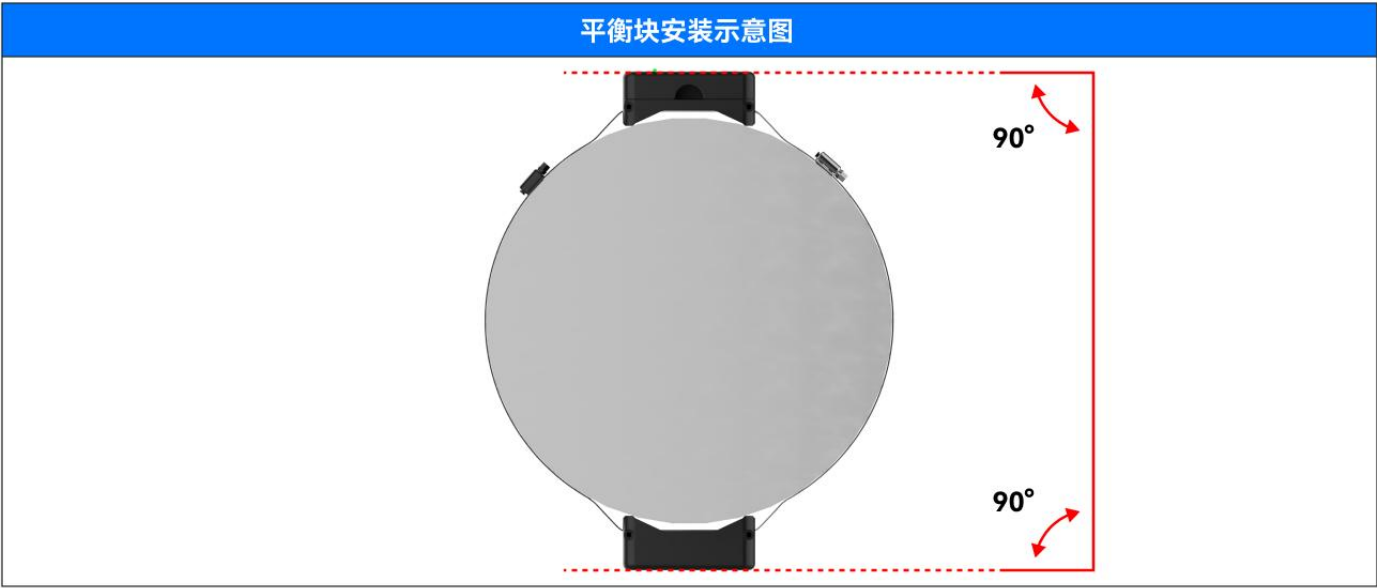

图3.32
2. 拧紧喉箍带中的螺钉，直到发送器和配重固定在一起并牢固固定到轴上。注意确保发送器和平衡块的间距相等，且彼此呈180度角，如图3.32。